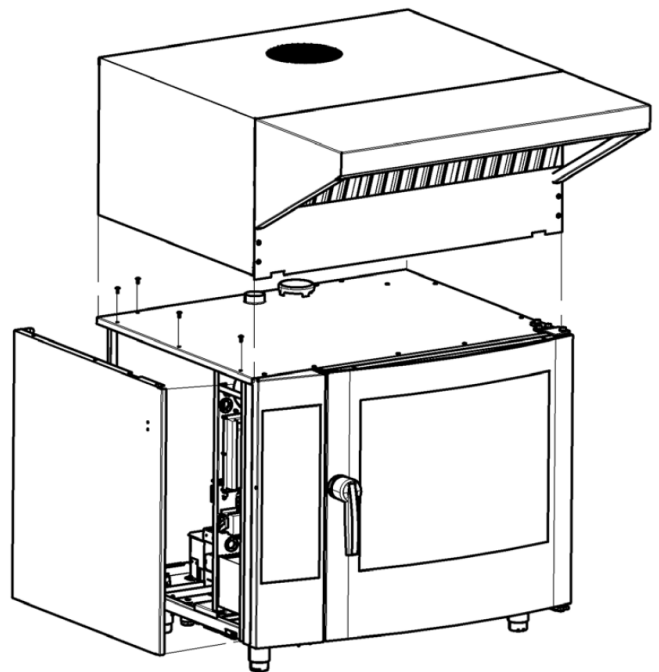

Figure 1 : hotte 0610 pour appareil taille 611
- Retirez le cache latéral de l'appareil sur lequel la hotte doit être installée. Dévissez les boulons du cache à l'aide d'un tournevis et d'une clé de 8, voir fig. 1.